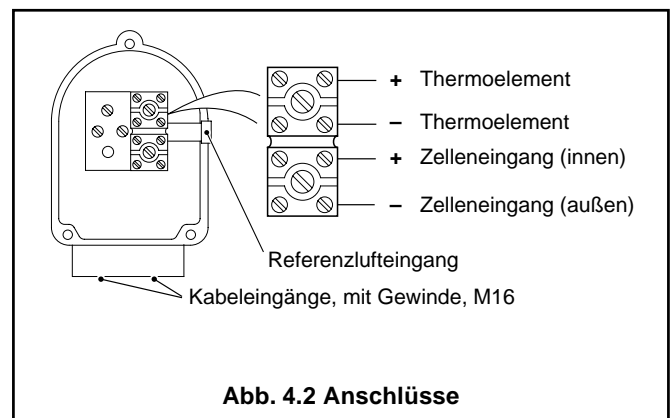

Abb. 4.2 Anschlüsse
4.3 Elektrische Anschlüsse – Abb. 4.2
Die Anschlüsse entsprechend Abb. 4.2 und entsprechend der Beschreibung innen auf der Sensorkopfabdeckung vornehmen. Das Anschlußkabel muß über die beiden Kabelverschraubungen M16 in den Sensorkopf eingeführt werden.
4.4 Referenzluftanschlüsse – Abb. 4.2